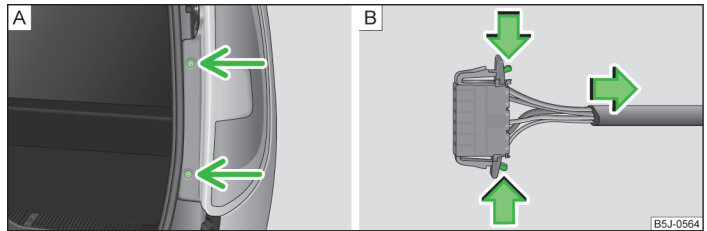

Abb. 165 Rückleuchte ausbauen / Steckverbindung trennen
- › Die Leuchte abschrauben » Abb. 165 - [A].
- › Die Steckverbindung trennen » Abb. 165 - [B].